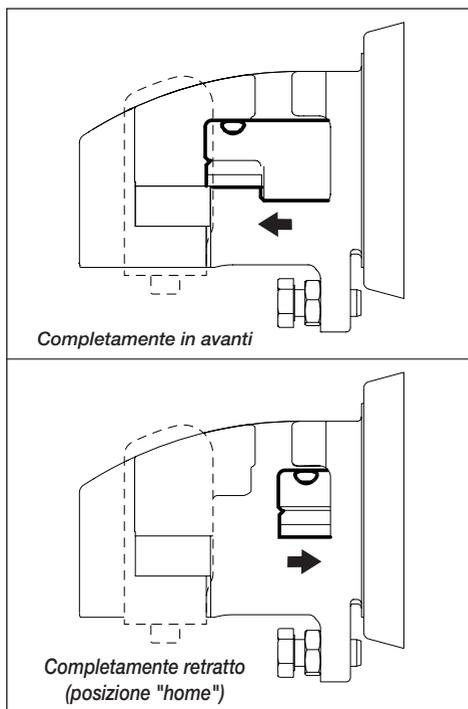

Figura 3, Posizioni del pistone (vista dall'alto)
2. Verificare che lo stelo si trovi in posizione "home" (completamente represso). Vedere la figura 3.